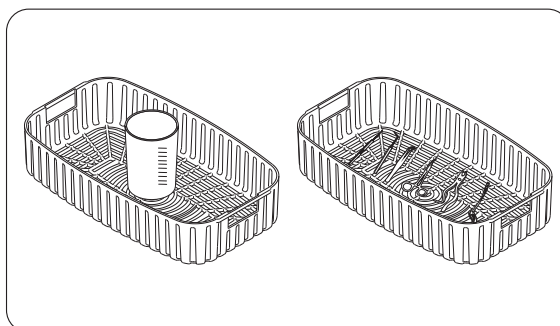

Fig. 12
- 5► Coloque los artículos en el cesto o bécquer, consulte el tópico “Desgasificación / Uso del Bécquer” (Pág. 7). No coloque instrumentos/artículos dentro del cesto al mismo tiempo en que esté usando el bécquer. Los instrumentos deben estar totalmente inmersos, pero no sobrepuestos (Fig. 12).